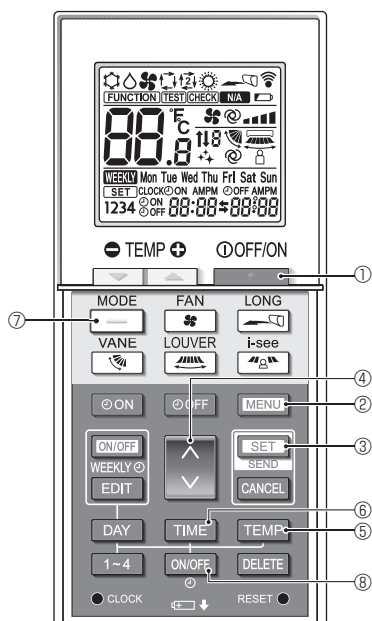

Fig. 6-10
1. Pulse el * botón ① para detener el acondicionador de aire.
2. Pulse el SET botón ③ en 5 segundos. Se visualizará la pantalla de configuración del modelo.
3. Pulse el — botón ⑦. El modo de funcionamiento Ⓐ parpadea. (Fig. 6-10)
4. Pulse el ⏴ botón ④ para cambiar el n.º de ajuste.
5. Compruebe que se muestra el ajuste n.º "6" y que solo parpadee ☀️❄️ en el modo de funcionamiento Ⓐ, y luego pulse el SET botón ③ en 5 segundos.